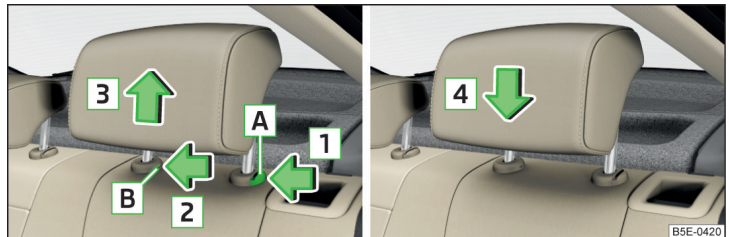

Abb. 93 Kopfstütze hinten herausnehmen/einsetzen
- Die Sicherungstaste **A** in Pfeilrichtung **1** halten, gleichzeitig mit einem Schlitzschraubendreher (mit einer Breite von max. 5 mm) die Sicherungstaste in der Öffnung **B** in Pfeilrichtung **2** drücken und die Stütze in Pfeilrichtung **3** herausnehmen » **Abb. 93**.